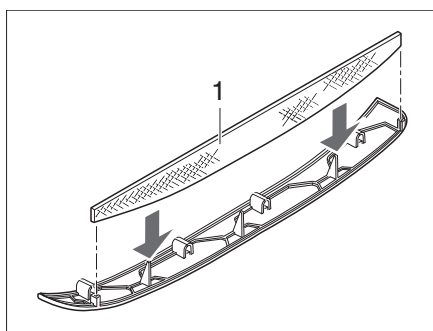
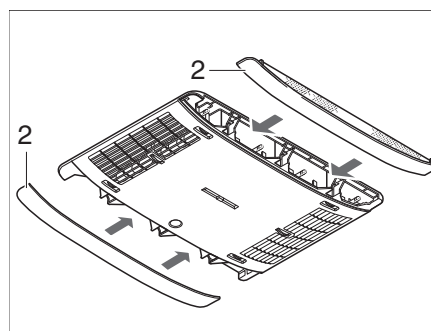

Fig. 174 Filtro di lanugine impianto di climatizzazione
Fig. 175 Pannelli impianto di climatizzazione
Nei pannelli laterali (Fig. 175,2) si trovano due filtri della lanugine. I filtri della lanugine devono essere sottoposti a pulizia e, se necessario, a una sostituzione a intervalli regolari, comunque almeno ogni 6 mesi.
- Estrarre i pannelli (Fig. 175,2) dal distributore dell'aria e pulire i filtri della lanugine (Fig. 174,1) o, se necessario, sostituirli.